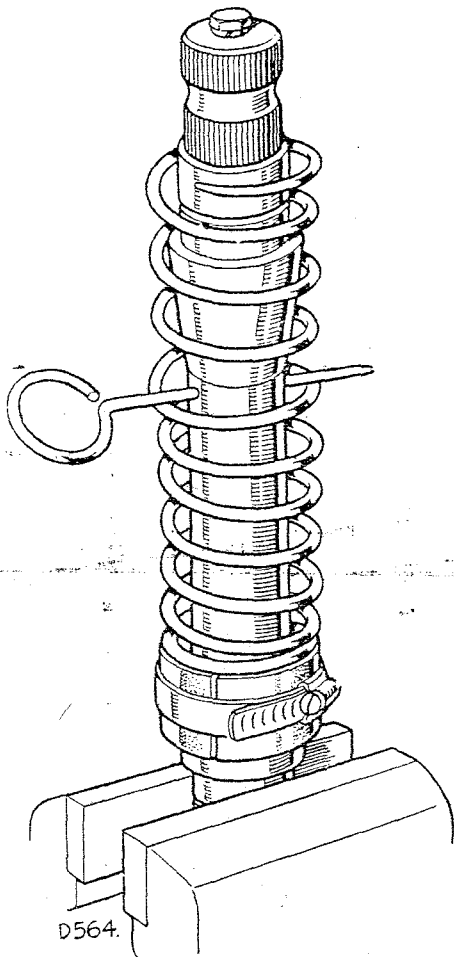

Fig. G-8—
5. Colóquese el resorte sobre el árbol e introdúzcase la herramienta especial (Pieza No. 510309), a través de los espirales del resorte y completamente a través de la perforación transversal en el árbol. Véase Fig. G-8.